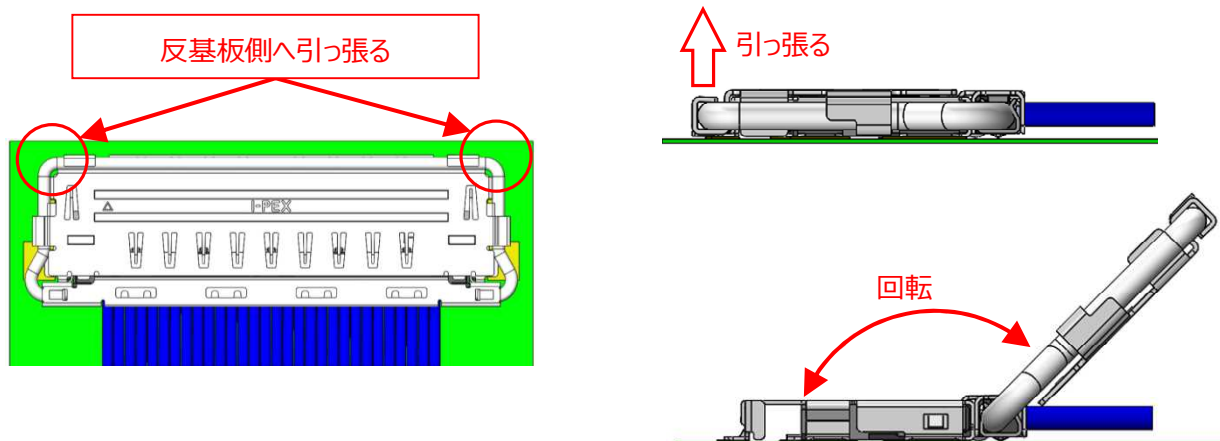

図 14
- ① ロックバーの下図（図 14）の 2 つの赤丸部を同時に反基板側へ引っ張ってリセプタクルコネクタとのロックを解除し、ロックバーアセンブリを回転させる。